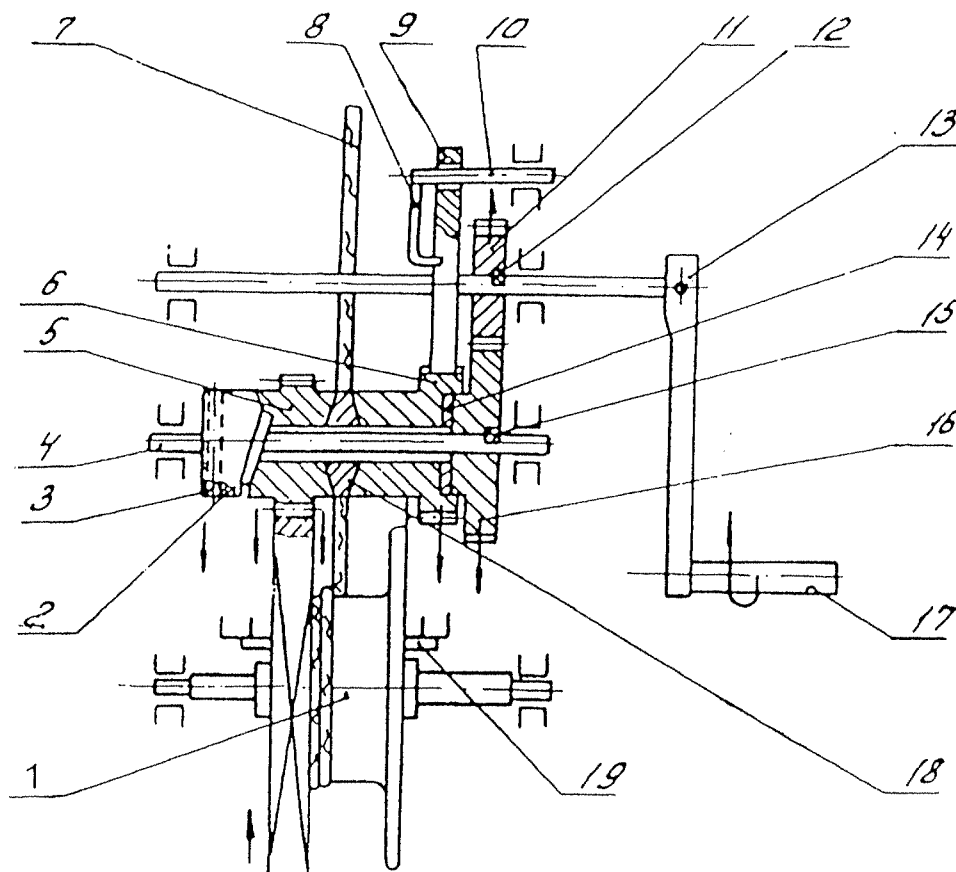
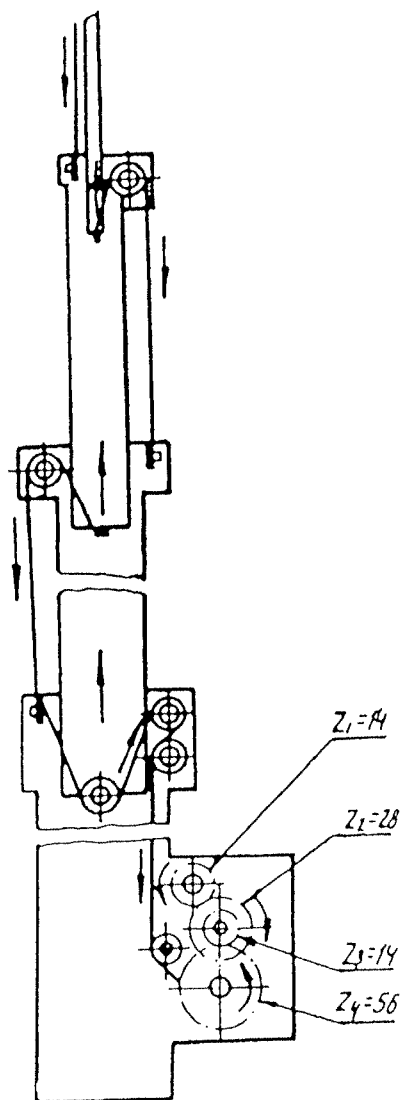
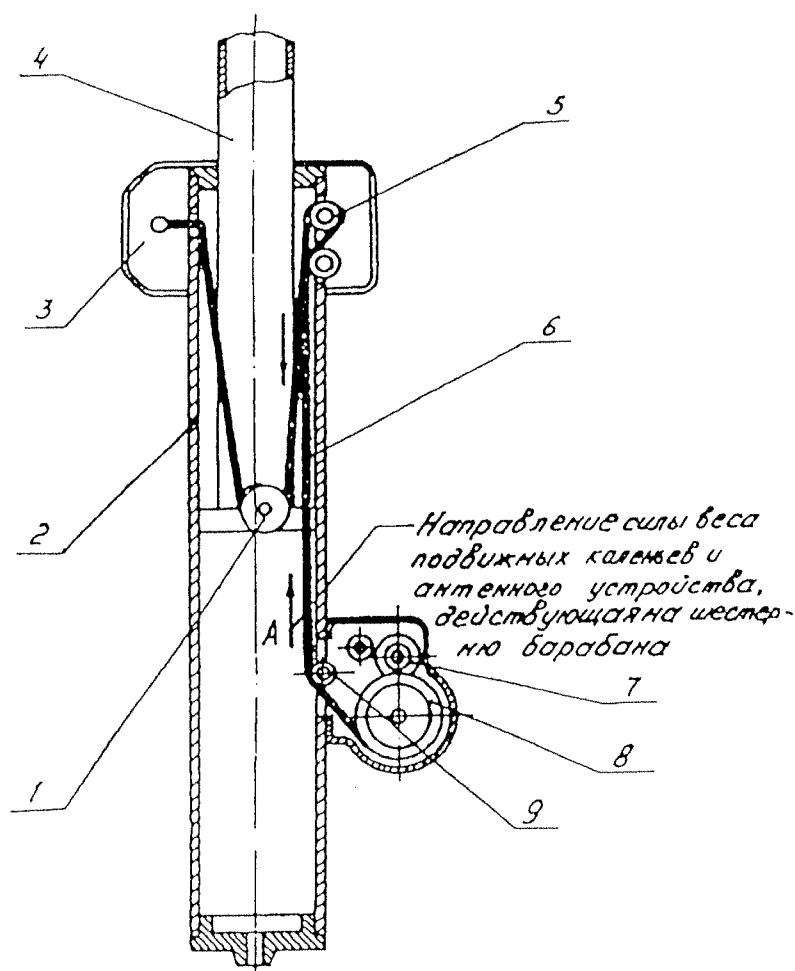
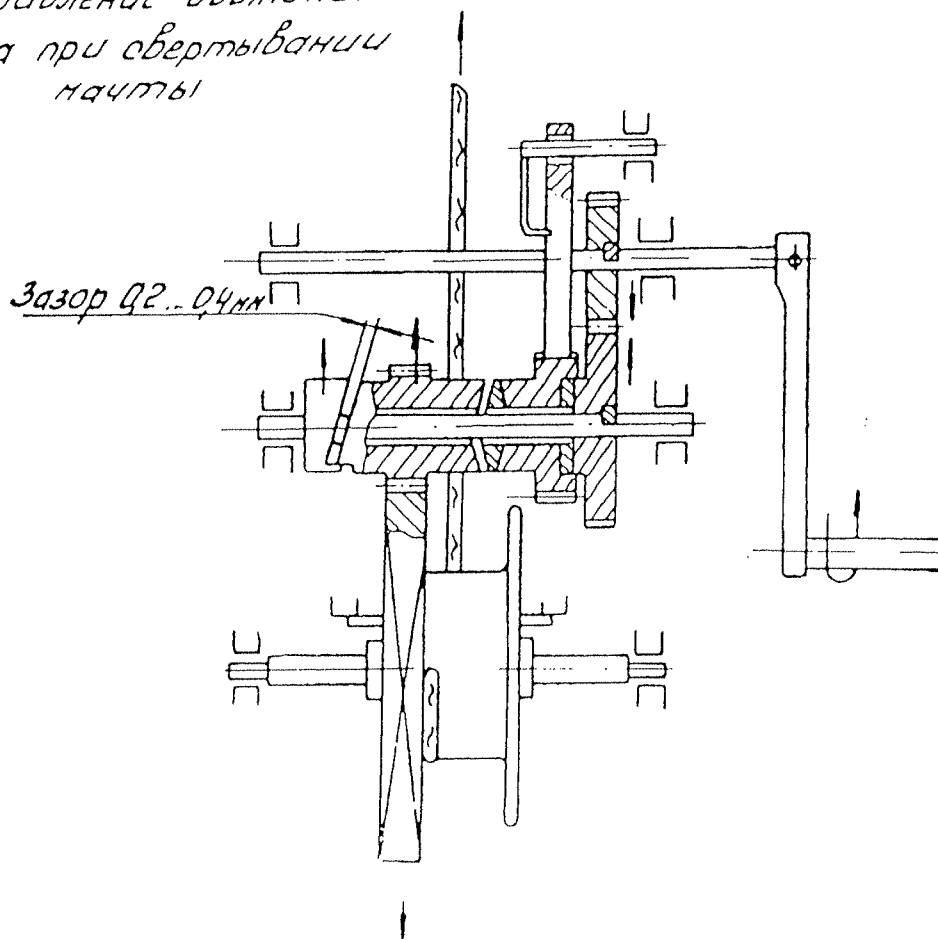

Рис.9 Схема механизма лебедки
Рис.11 Кинематическая схема телескопической мачты.
Рис.12 Схема соединения троса второго колена с первым коленом и барабаном лебедки.
Рис.13 Схема механизма лебедки (стрелки показывают направление движения при свертывании мачты).
Механизм лебедки, схема которого приведена на рис.9, состоит из следующих основных частей:
- шестерни (см. рис. 9), которая составляет одно целое с барабаном 1, на который наматывается трос;
При развертывании мачты рукоятка 17 вращается по часовой стрелке (см. рис. 9), при этом шестерня 11 передает вращение шестерне 16 и специальной гайке 2, которая жестко закреплена на оси 4 с шестерней 16. Так как в специальной гайке на торце имеется винтовой выступ, а на шестерне 5 соответствующая винтовая впадина, то с началом вращения, гайка, упираясь своим винтовым выступом в винтовую впадину шестерни 5, сдвигает последнюю вправо. При этом шестерня 5 приводит в сцепление с помощью трения конусную втулку 18 и храповое колесо 6. Следовательно, все детали, находящиеся на оси тормоза, вращаются в одну сторону. Шестерня 5 передает вращение шестерне барабана 1, на котором закреплен один конец троса, и последний наматывается на барабан. При наматывании троса на барабан осуществляется подъем второго колена мачты, второе колено поднимает третье колено, третье-четвертое и т. д.
В результате получается одновременный подъем всех колец (рис. 11). Собачка 9 (см. рис. 9) при развертывании мачты постоянно соприкасается с зубьями храпового колеса 6, вследствие чего в механизме лебедки прослушиваются характерные щелчки.
Если при развертывании мачты прекратить вращение рукоятки, то усилие, прикладываемое к рычагу лебедки и передаваемое на шестерню 5, заменит сила, состоящая из веса поднимаемой части мачты и веса антенного устройства. Эта сила будет действовать на зубья шестерни барабана 1 по стрелке «А» (рис.12) и не позволит шестерни 5 (см. рис.9) выключиться из фрикционного зацепления. Так как храповое колесо 6 будет зажато, то оно не даст возможности поворачиваться
фрикционному тормозу благодаря собачке 9 (см. рис.9), которая упрется во впадину храпового колеса 6, и механизм лебедки вращаться не будет.
При свертывании мачты рукоятка 17 (см. рис.9) вращается против часовой стрелки, вследствие этого весь механизм вращается в сторону, противоположную указанной стрелками. Специальная гайка 2 вершиной своего винтового выступа подходит к срезу винтовой впадины на шестерне 5. Между специальной гайкой 2 и шестерней 5 создается зазор величиной 0,2...0,4 мм (рис.13).
Так как шестерня 5 (см. рис.9) сидит свободно на оси 4, то она передвинется влево по этой оси и фрикционное сцепление прекратится. Шестерня 5 начнет вращать шестерню с барабаном 1. С последнего будет сматываться трос. Одновременно с этим под действием собственного веса всех подвижных коленьев и антенного устройства коленья начнут входить одно в другое до тех пор, пока не сойдутся хомуты на них. После схождения хомутов вращение рукоятки прекратится. Палец 19, перемещаясь в пазу барабана 1, упирается в выступы корпуса и ограничивает вращение рукоятки при свертывании мачты. После того, как мачта будет полностью свернута, дальнейшее вращение рукоятки против часовой стрелки станет невозможным. Это устраняет возможность запутывания троса лебедки.
Если при свертывании мачты прекратить вращение рукоятки, то сила «А» (см. рис.12), действующая на трос при разворачивании и свертывании мачты в одну и ту же сторону, заставит весь механизм лебедки поворачиваться в обратную сторону. Благодаря давлению зубьев шестерни барабана 1 (см. рис.9) на зубья шестерни 5, последняя под действием винтового выступа сдвинется вправо и получится фрикционное сцепление. Собачка 9, упираясь во впадину храпового колеса 6, не даст возможности поворачиваться всему фрикционному тормозу, и механизм лебедки вращаться не будет. В результате этого самостоятельного опускания мачты не произойдет.